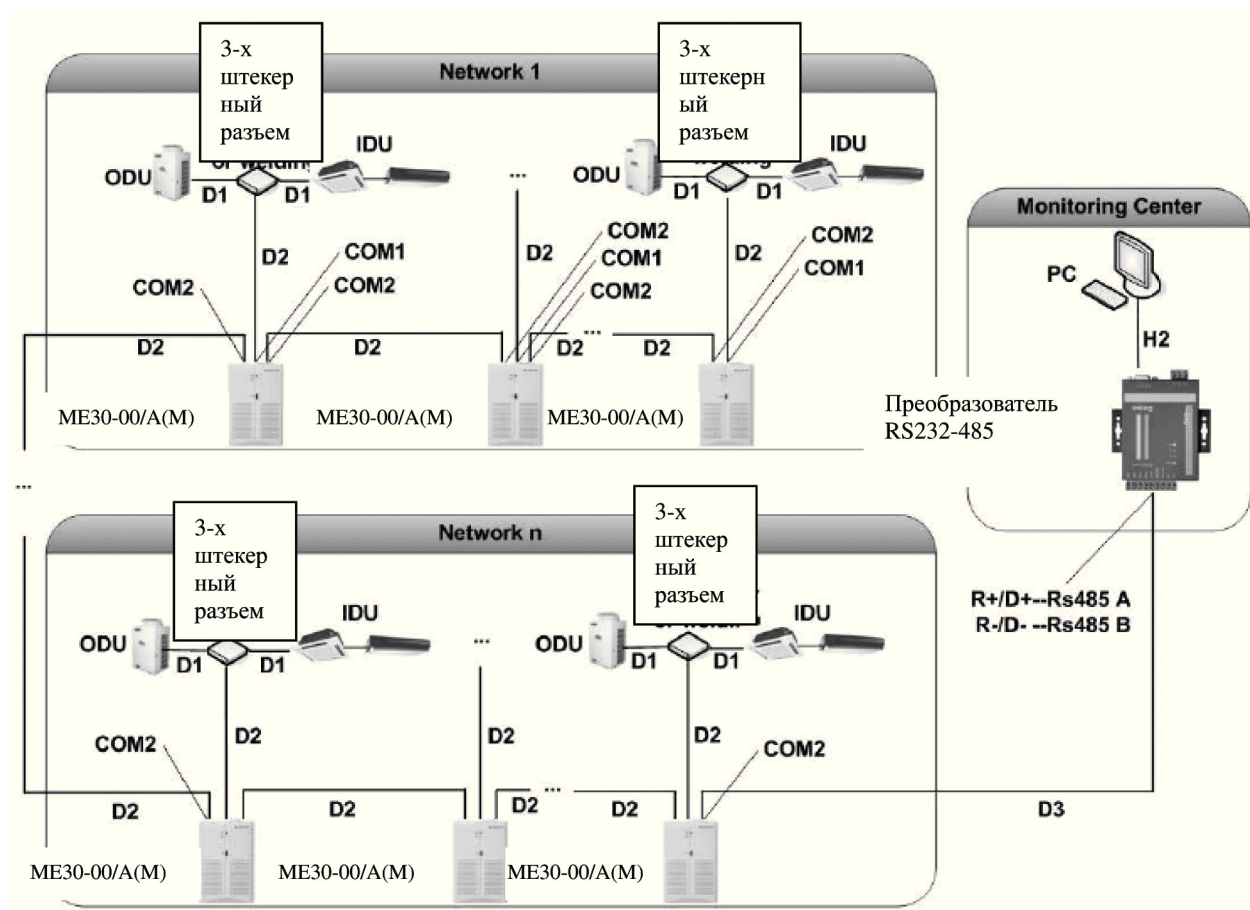

Рис. 7.1
7.1.2 Для подключения к ПК используется преобразователь интерфейсов (конвертер) RS232-485, а так же блок коммутации ME30-00/E2. Количество блоков коммутации равно количеству систем (наружных блоков). Схема рис. 7.1.